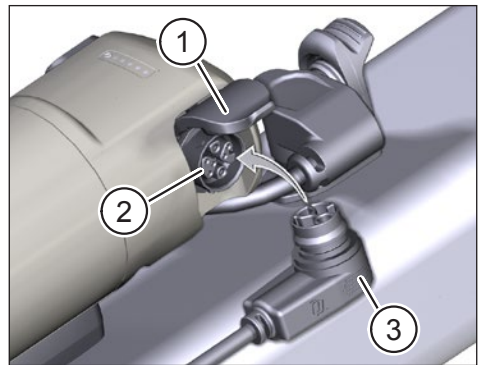

Fig. 9: Opladen van de Range Extender
- Klap het deksel (Pos. 1 in Fig. 9) op de laadpoort van de range extender open.
- Controleer of de contacten in de laadpoort (Pos. 2 in Fig. 9) vrij zijn van vuil en reinig ze indien nodig.
- Steek de oplaadstekker (Pos. 3 in Fig. 9) van de oplader in de oplaadpoort van de Range Extender.